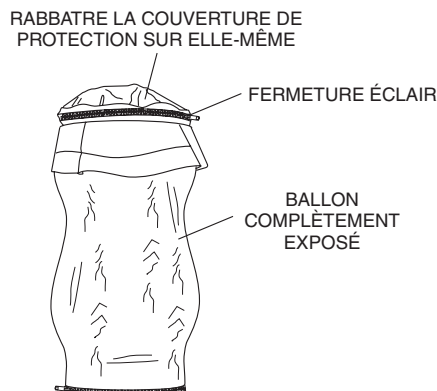

Figure 9. Rabattre la couverture du ballon
7. Replier la couverture du ballon sur elle-même et la fermer à l'aide de la fermeture éclair. Voir Figure 9.